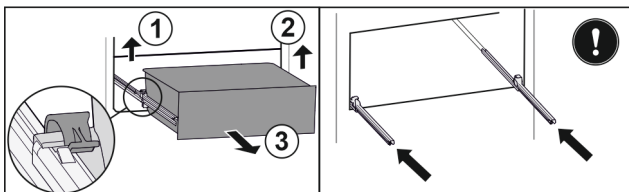

Fig. 89
- ▶ Levante la brida izquierda y, simultáneamente, tire de la parte izquierda del cajón hacia delante. Fig. 89 (1)
- ▶ Levante la brida derecha y, simultáneamente, tire de la parte derecha del cajón hacia delante. Fig. 89 (2)
- ▶ Extraiga el cajón hacia delante. Fig. 89 (3)